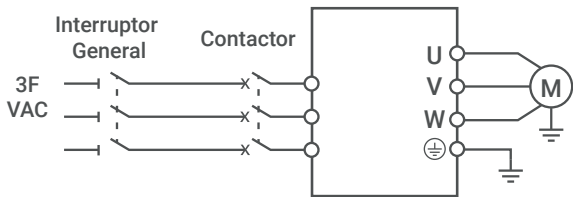

Fig.3-6 Esquema del cableado de potencia
05. No añada entre el variador y el motor condensador u otro dispositivo absorción de resistencia; tampoco añada contacto electromagnético. Si se necesita agregar el contactor y otros componentes, asegúrese de que el variador esté suspendido sin salida, como se muestra en la Fig. 3-6